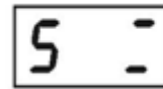
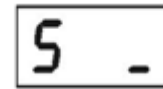
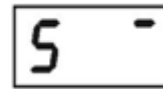

图11
图12
图13
(7) 显示图 11：为进入自适应工作状态。长按 SET 键 3 秒，进入自适应工作状态。短按 SET 键，退出参数设置状态，返回正常工作状态。
(8) 自适应工作过程：
(9) 显示图 12，最后位闪烁，阀杆向下运动，直到最底端，等到阀杆不运动 25 秒后，再向上运动，显示图 13，最后位闪烁，直到最顶端，等到杆不运动 25 秒后，自适应结束。
(10) 若自适应成功（此次自适应的数据替换以前的数据），返回正常工作状态。
(11) 若自适应失败（此次自适应的数据不替换以前的数据）。显示图 11，最后位闪烁。这时可长按 SET 键 3 秒，再进入自适应工作状态。或短按 SET 键，退出参数设置状态，返回正常工作状态。
(12) 自适应失败的原因：